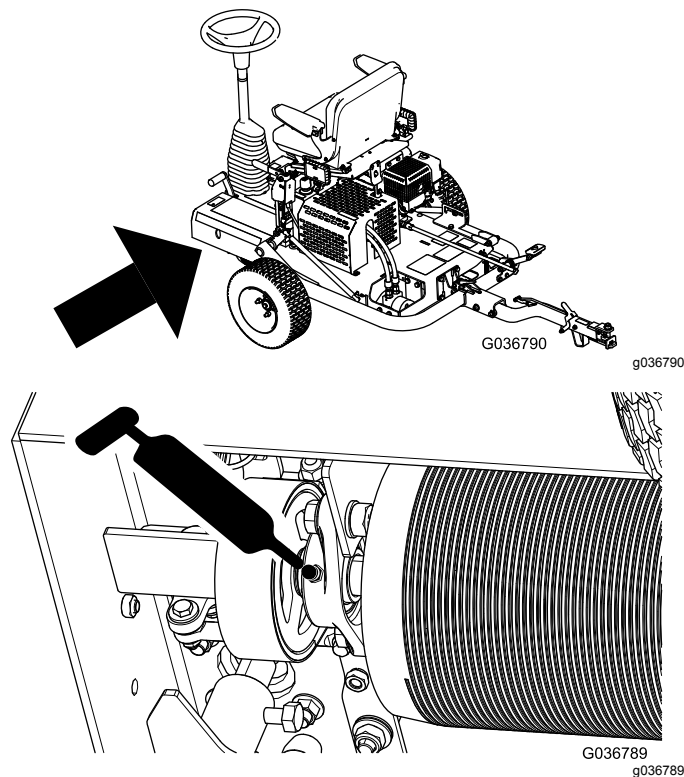

Figura 30
2. Bombee grasa en el punto de engrase, tal y como se muestra en la Figura 30.